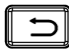

图5-2 12h 制
- 当时间设置行格式切换为 12H 制，如图 5-2 所示。